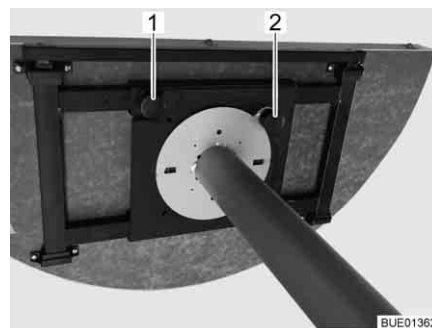

Fig. 97 Meccanismo di regolazione
- Svitare la vite a testa cilindrica zigrinata (Fig. 97,1).
- Tirare il pomello di regolazione (Fig. 97,2).